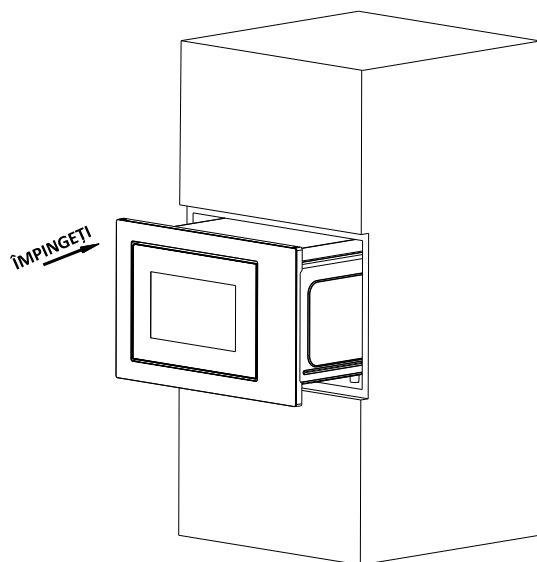

Figura 1
1. Puneți cuptorul cu microunde în dulapul destinat încorporării acestuia și împingeți-l către înainte până la capăt (figura 1).